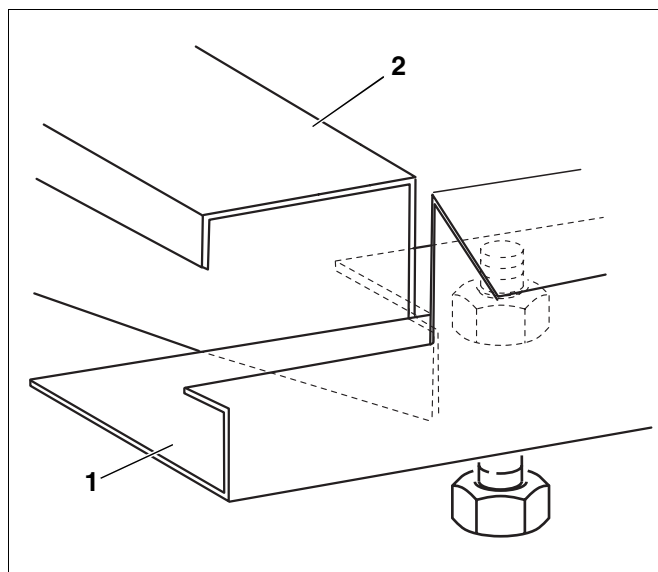

Fig. 39 Așezarea șinei longitudinale pe șina transversală
- Șina longitudinală (fig. 39, **poz. 1**) se așează cu decuparea anterioară pe decuparea de pe șina transversală (fig. 39, **poz. 2**).